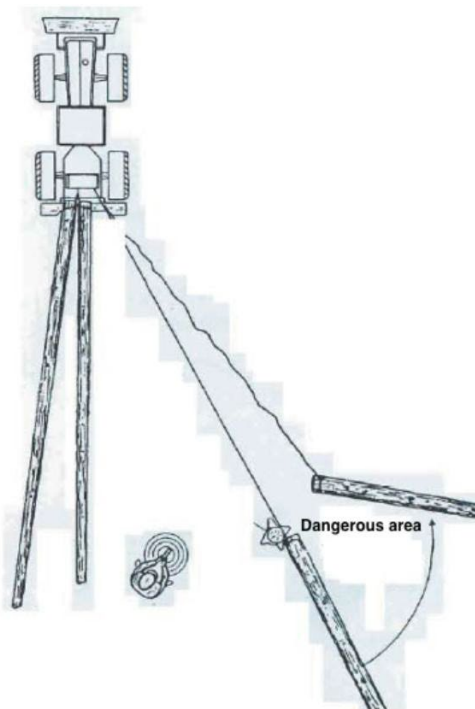

Abbildung 6
34. Die Winde darf nur von einem sicheren Platz aus bedient werden, an dem die Last, das Drahtseil, der Drahhaken oder die Winde selbst keine Gefahr für den Fahrer darstellen. Ein sicherer Platz kann auch der Traktorsitz sein, wenn die Winde mit einem ausreichend großen Sicherheitsnetz ausgestattet ist. Bei der Bedienung der Winde außerhalb des Traktorsitzes muss der Fahrer an einem sicheren Ort in ausreichender Entfernung vom Fahrzeug, z. B. hinter einem Baum, einen geeigneten Schutz finden, z. B. den Traktor selbst. Stämme können von der Seite neben dem Anschluss und kürzere Stämme schräg hinter der Ladung überwacht werden. (Siehe Abbildung 6).